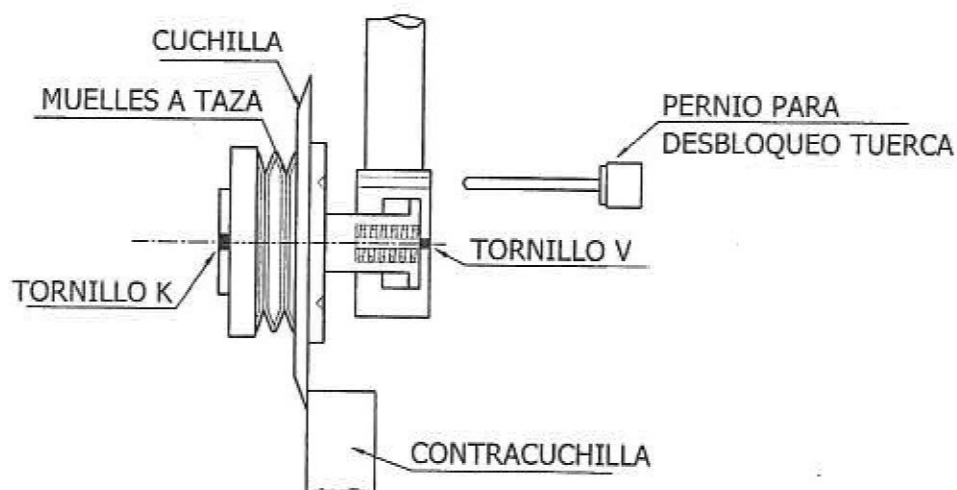

Fig. 15
1) Aflojar el tornillo allen K (Fig. 15)
NOTA: en el caso en el que el desbloqueo del tornillo K resulte difícil, hay que introducir en el grupo inferior del portacuchillas el pernio para bloquear la rotación del soporte y aflojar el tornillo K con la llave allen de cabeza hexagonal (fig. 15).
- 2) Introducir en el grupo inferior del portacuchillas el pernio de bloqueo (Fig. 15) y rotar a mano el soporte hasta encontrar uno de los dos agujeros del propio soporte.